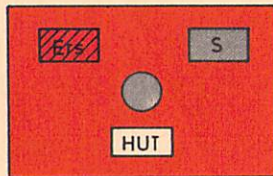

Bild 10
- (15) Blinkt beim Bedienen des Ersatzsignals der Ersatzsignalstörmelder (vgl. Bild 10) bzw. bei Selbstblock der Bauform SEL der Signalstörmelder rot und ertönt die Hupe, ist das Ersatzsignal durch Bedienen der Signalhaltgruppentaste und der Signaltaste zu löschen; der Ersatzsignalstörmelder erlischt. **Ersatzsignalstörung**